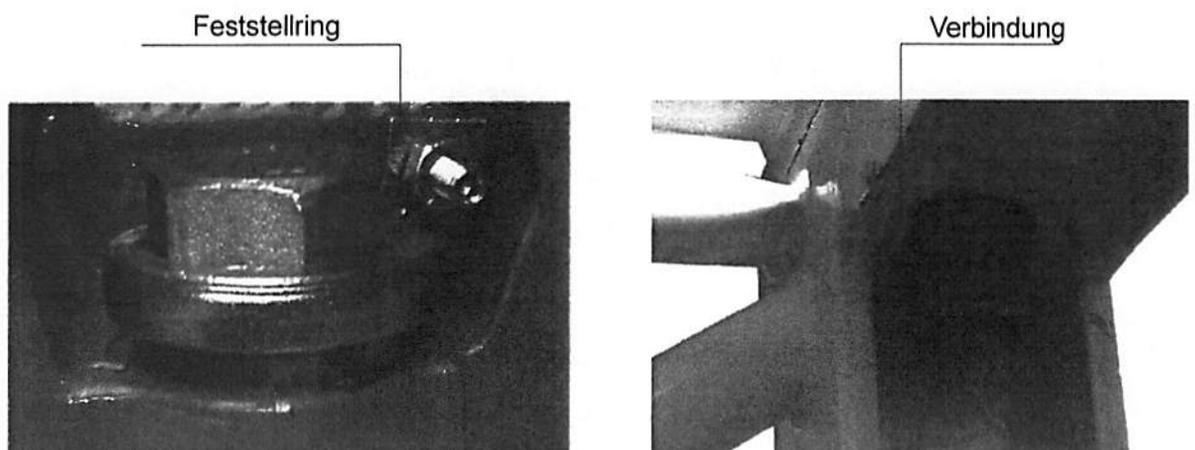

Abb. 3.2.2
- C) Die Verbindungsschrauben lösen. (Abb. 3.2.2);